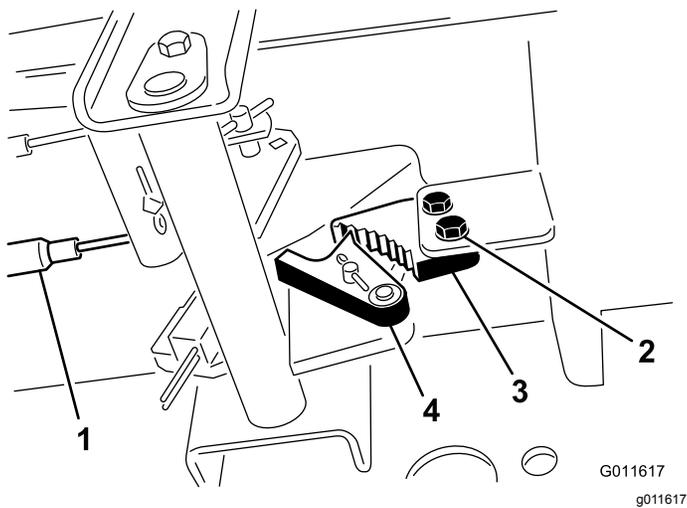

图67
1. 松开将驻车刹车闸固定到机架的 2 个螺钉图67。
2. 向前踩驻车刹车踏板直到刹车卡槽完全接合刹车闸图67。